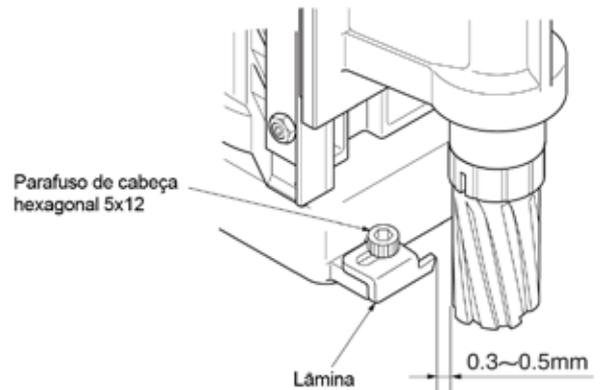

Fig. 38
(1) Fixe a Base da Lâmina. (Fig.38)